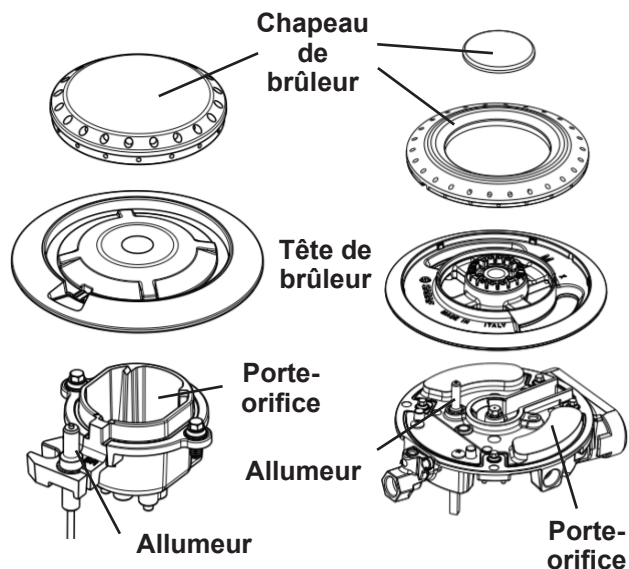
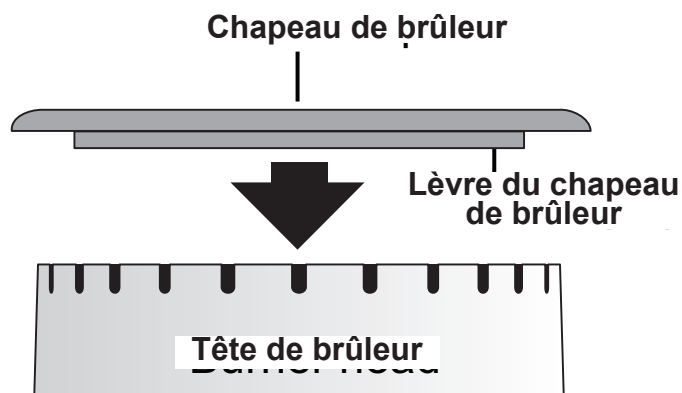

Figure 1: Chapeau de brûleur, tête de brûleur, allumeur et orifice
Figure 2: Positionnement adéquat d'un capuchon de brûleur
La lèvre des capuchons de brûleur ronds (Figure 1) doit bien s'ajuster et s'asseoir de niveau au centre de la tête de brûleur. Voir Figure 2 pour valider l'installation du capuchon de brûleur.
La taille et le type d'ustensiles de cuisine utilisés auront une influence sur la température nécessaire pour obtenir de meilleurs résultats de cuisson. Veiller à suivre les recommandations pour l'utilisation des ustensiles de cuisine comme illustré dans Figure 1 et Figure 2.
Vérifier sa planéité en faisant tourner une règle sur le fond de la casserole (voir Figure 1). Les ustensiles de cuisine doivent avoir des fonds plats qui sont bien en contact avec toute la surface de l'élément de chauffage (voir Figure 2).
2. Appuyer sur le bouton de commande correspondant et tourner dans le sens antihoraire hors de la position < OFF > (FERMÉ) (Figure 1).